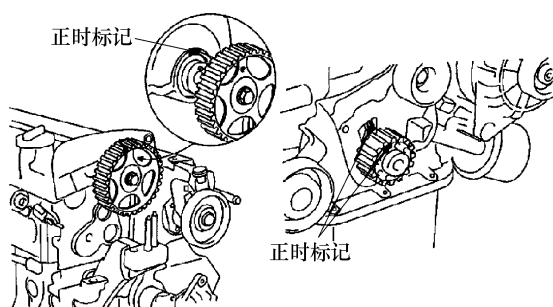

图 8-35 将第 1 号气缸活塞
- ① 安装气缸盖罩和 12 个螺栓。
- ② 安装 PCV 软管和通气装置软管。
- ③ 将加速器配线安装在气缸盖罩上。
- ④ 安装火花塞配线。
- 4) 将 1 号气缸活塞置于压缩行程上止点, 对齐凸轮轴正时链轮和曲轴正时链轮的正时标记, 如图 8-35 所示。